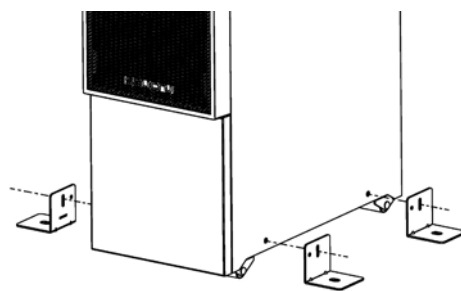

Fig. 17. Instalação dos apoios do estabilizador.
2. Instale os apoios para melhorar a estabilidade, conforme indicado Fig. 17 em 20.